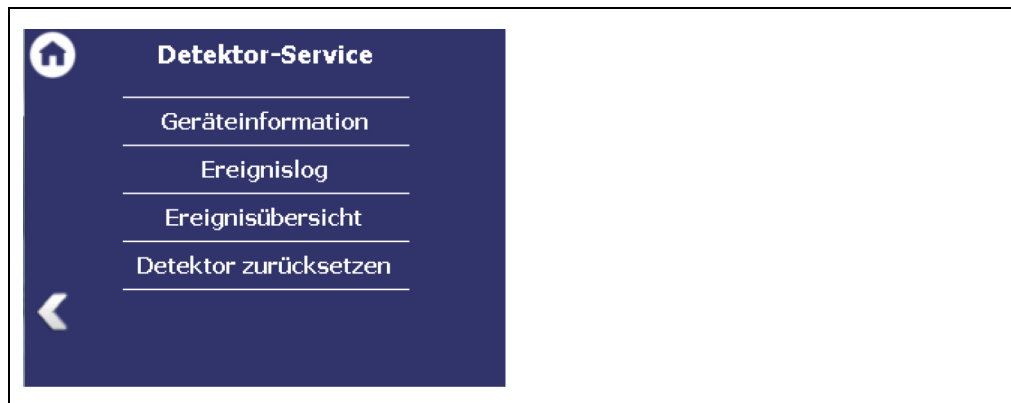

Abb. 56 Menü „Detektor-Service“
1. Klicken Sie auf den Auswahlpfeil (Abb. 56, Pos. 1), um den gewünschten HV Modus (Auto oder Manual) einzustellen.
- MANUAL: Die Hochspannung wird auf einen festen, vom Nutzer eingegebenen Wert (Abb. 56, Pos. 2) gehalten.
2. Klicken Sie in das Eingabefeld "HV Default" (Abb. 56, Pos. 3), um das Eingabefeld zu öffnen.